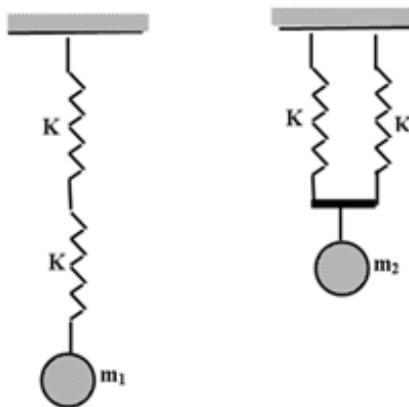

Рис. 1.13
6. Две одинаковые пружины соединены так, как показано на рисунках. Какое из нижеприведенных соотношений об абсолютных удлинениях пружин справедливо, если $m_2 = 2m_1$? (X_1 – удлинение системы пружин с массой m_1 , X_2 – удлинение системы пружин под действием груза массой m_2) (рис.1.13).